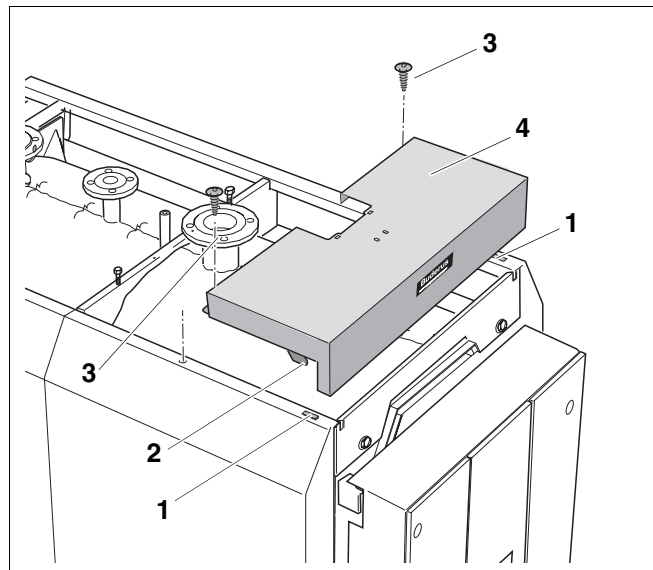

Fig. 33 Montage du capot avant de la chaudière
- Accrocher le capot avant de la chaudière avec les crochets (fig. 33, **pos. 2**) dans les fentes des panneaux latéraux avant (fig. 33, **pos. 1**) et déposer à l'arrière.
- Visser le capot avant de la chaudière aux traverses latérales (fig. 33, **pos. 4**) avec les 2 vis (fig. 33, **pos. 3**) par les panneaux latéraux avant.